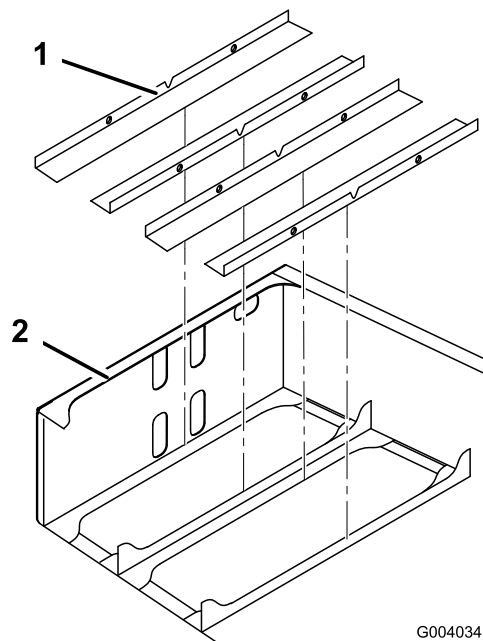

Figure 4
2. Placez les cales du support de batteries dans le châssis arrière, comme illustré à la Figure 4.